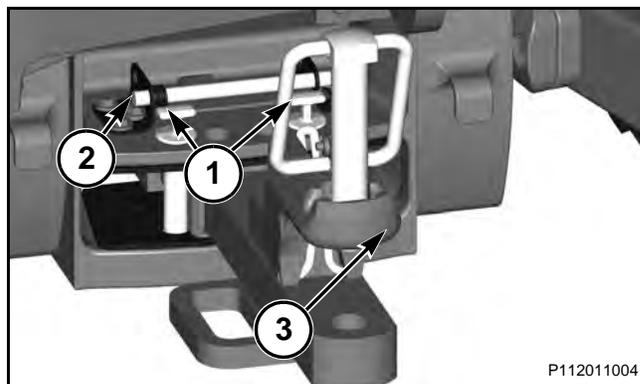

FIG. 180
FIG. 180: La barra de tiro estándar se usa en máquinas que tienen un enganche de tres puntos. La barra de tiro se mantiene en posición mediante un pasador de retención (1). Levante el pestillo (2) para quitar el pasador de retención. Esto permite que la barra de tiro gire el ancho completo de soporte (3).